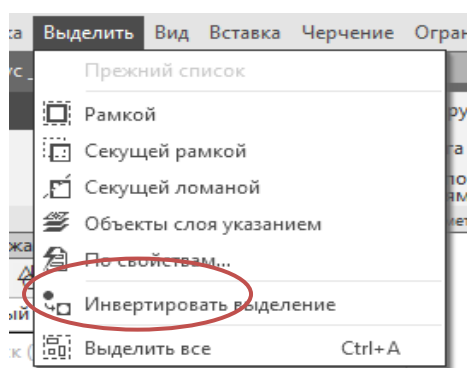

Рис. 2.5. Меню выделения объектов
- Выполните команду «Выделить» → «По свойствам» (рис. 2.5).
- Выполните команду «Выделить» → «По свойствам» (см. рис. 2.5).